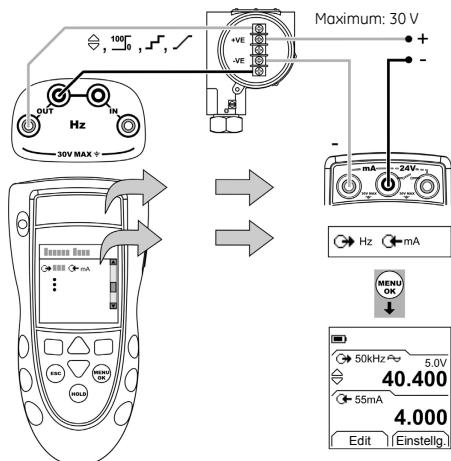

Abbildung 3: Beispielkonfiguration: Transmitterkalibrierung mit externer 2-Leiter-Speisespannung
- Schließen Sie das Gerät an (Abbildung 3/4) und ändern Sie ggf. die Option Konfig. (Tabelle 1).